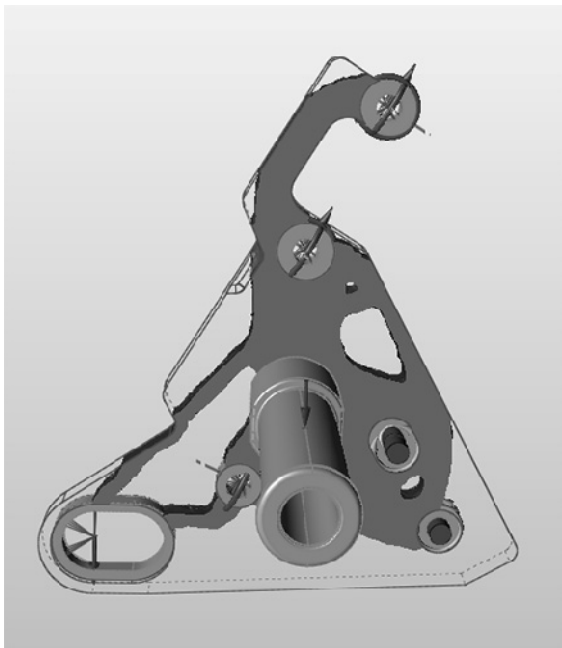

图 7-22
4) 双击运行的名称查看结果，此时会显示优化过的形状，如图 7-22 所示。